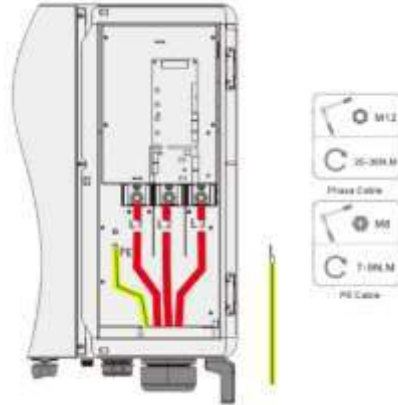

Fig. 4-33 Asegure los cables
6) Asegure los cables a los terminales correspondientes (Fig. 4-33).